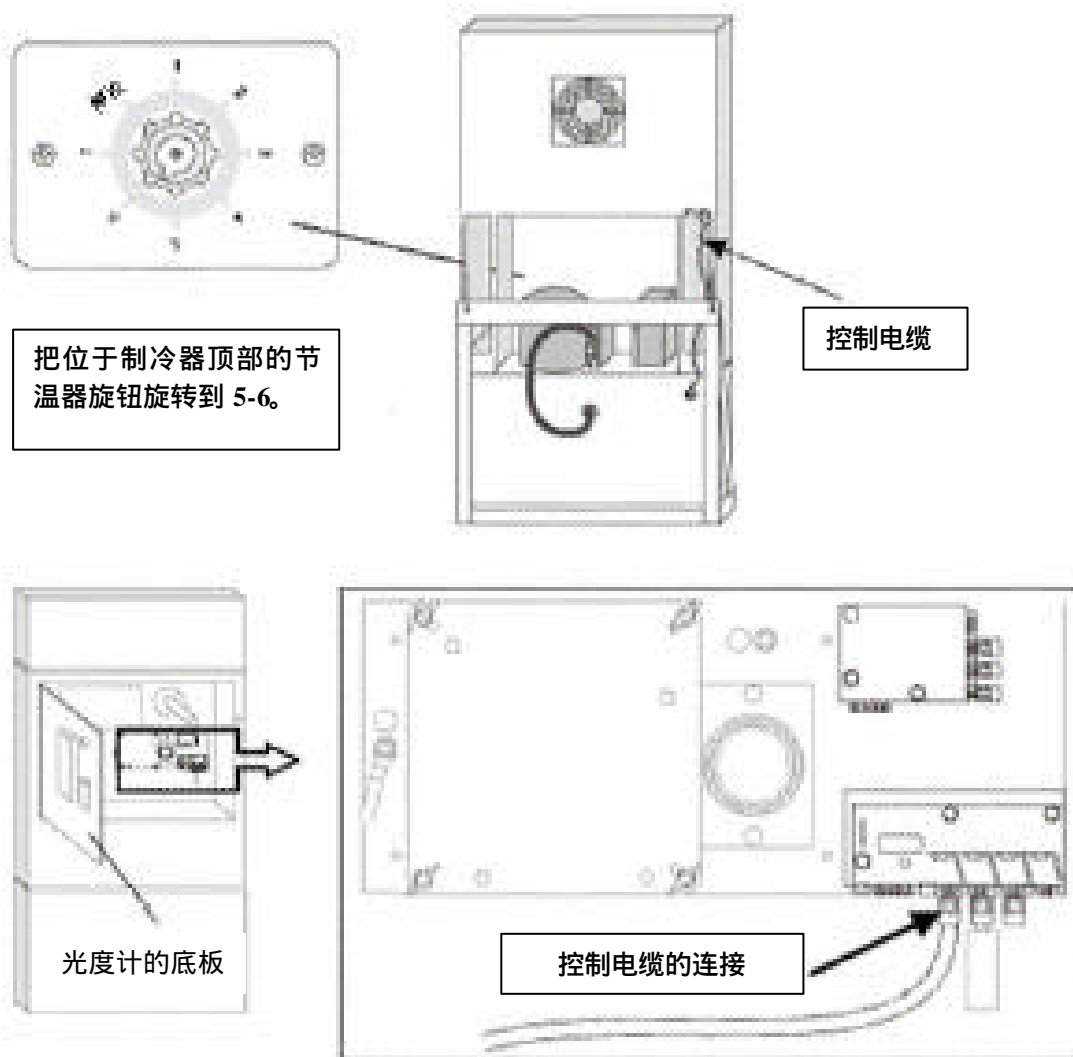

图 4 风扇板
- 拧松光度计的底板螺钉，并向前提起来；连接电缆到位于外壳后壁上的风扇板上（图 4）